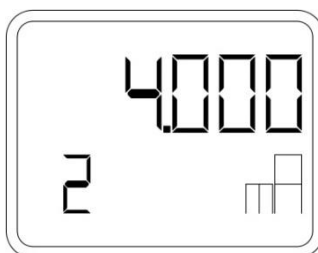

Рисунок 20 – Установка нижнего предела измерения при подаче опорного давления
- При помощи кнопок «↑» и «↓» установить нижнее значение на 4 мА (рисунок 20).